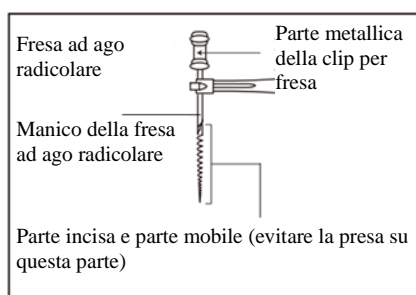

Figura 20
a) Quando si afferra il canale radicolare con una fresa ad ago, afferrare la parte superiore della parte metallica (vicino al canale radicolare sull'impugnatura dell'ago). Se afferra la parte inferiore (lama o parte mobile), la parte metallica della fresa e la parte in resina.(Figura 20)